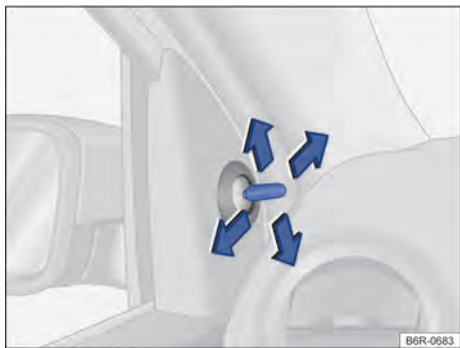

Fig. 82 Nas portas dianteiras: botão de ajuste dos espelhos retrovisores externos mecânicos.
- Movimentar o botão de ajuste no revestimento das portas dianteiras → Fig. 82.